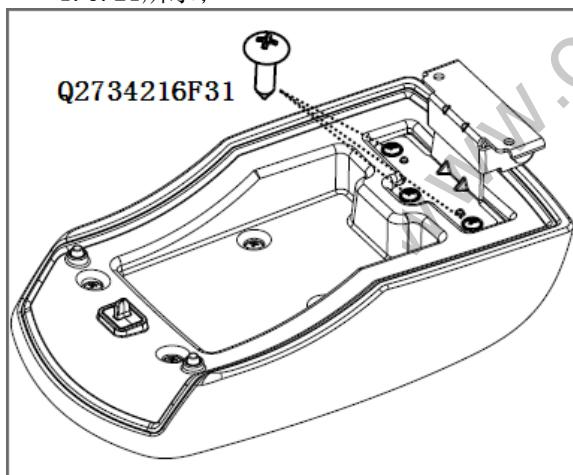

图 1.6.20 副仪表板扶手组件的分拆 1
- (2) 用十字螺丝刀将固定扶手翻转铰链和扶手内板的三个螺钉(Q2734216AF31十字大半圆头自攻螺钉)依次松开, 取下翻转铰链; 然后用十字螺丝刀把固定扶手内、外板的四个螺钉(Q2734216AF31十字大半圆头自攻螺钉)松开, 最后将扶手内、外板拆开。如图1.6.20、1.6.21所示;